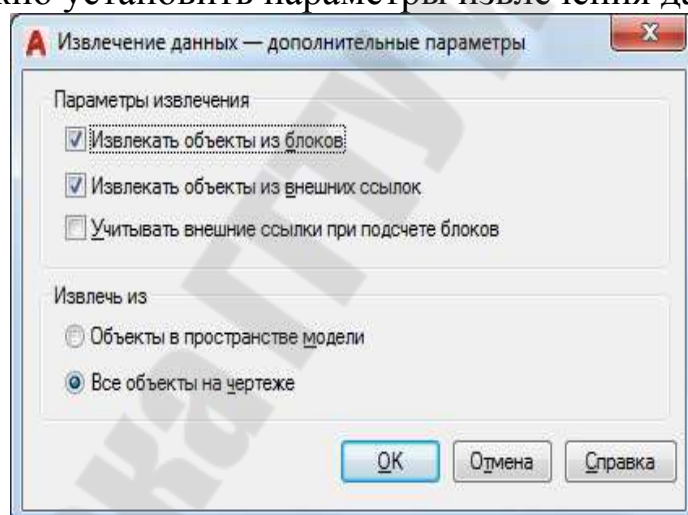

Рис. 2.140 Диалоговое окно «Извлечение данных – дополнительные параметры»
**Настройки** – кнопка отображает диалоговое окно «Извлечение данных – Дополнительные параметры» (рис. 2.140), в котором можно установить параметры извлечения данных.